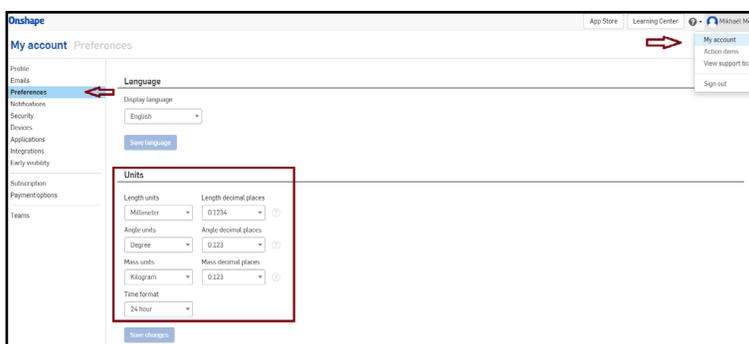

Figura 9 - Tela de preferências
A primeira recomendação é configurar as unidades de medidas que serão trabalhadas. Conforme mostra a Figura 9, clique em seu nome no canto superior direito, depois em “Minha conta” e em “Preferências” no canto Superior esquerdo e então estarão as unidades para serem alteradas. As unidades no Sistema Internacional (SI), de comprimento, ângulo e massa são respectivamente metros, radianos e quilogramas, ou o mais usual: milímetros, graus e quilogramas.